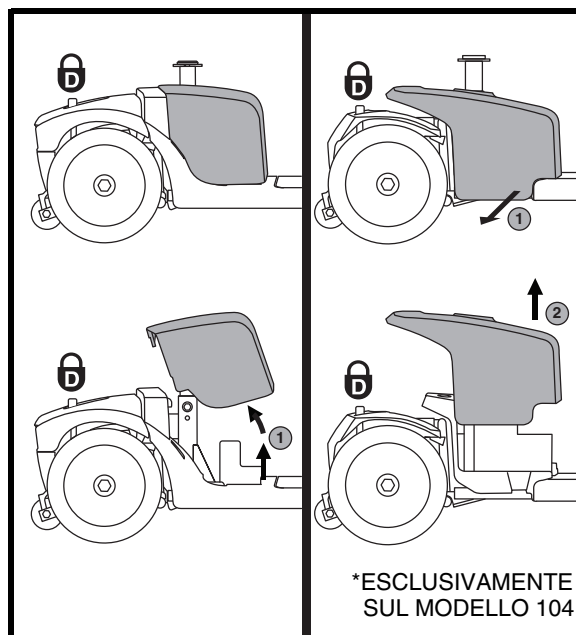

Figura 10. Montaggio e rimozione della scocca delle batterie
1. Rimuovere il sedile e la scocca posteriore. Vedere **figura 10**.